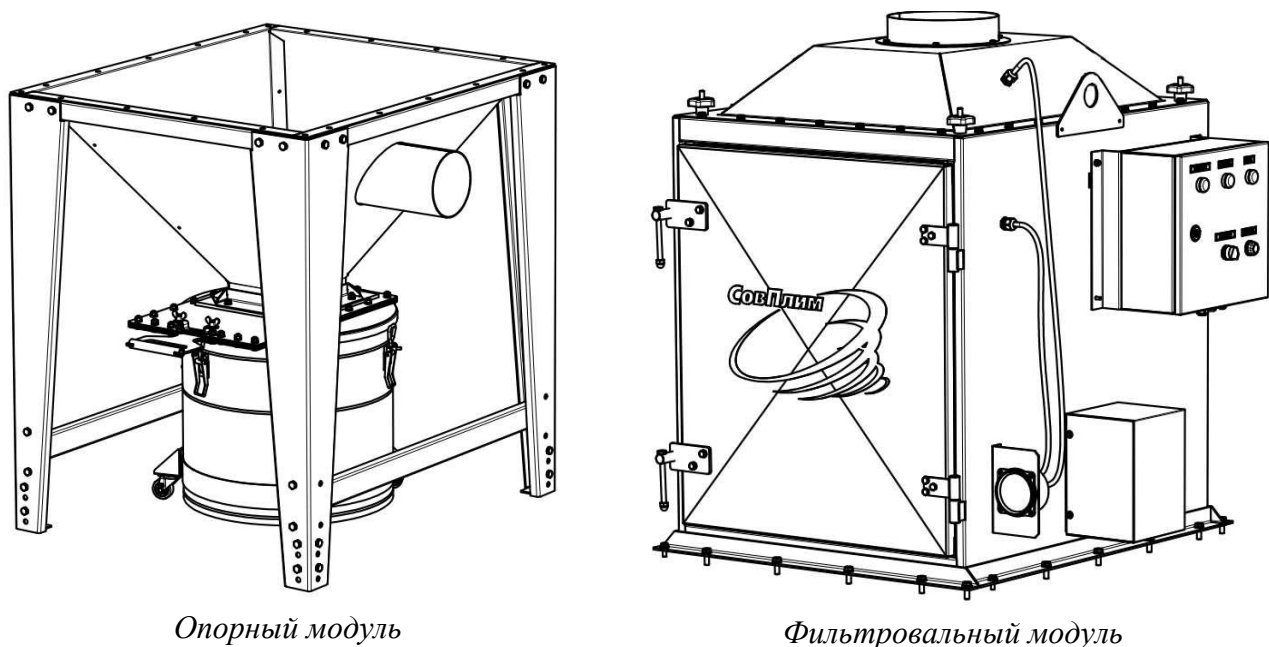

Рисунок 4
5.2.1 Модели фильтра SFM-23, SFM-30, SFM-45 поставляются в частично разобранном виде (рисунок 4). Модели фильтра SFM-06, SFM-13 поставляются в собранном виде, ниже приведённые пункты 5.2.2 – 5.2.4 на эти модели не распространяются.